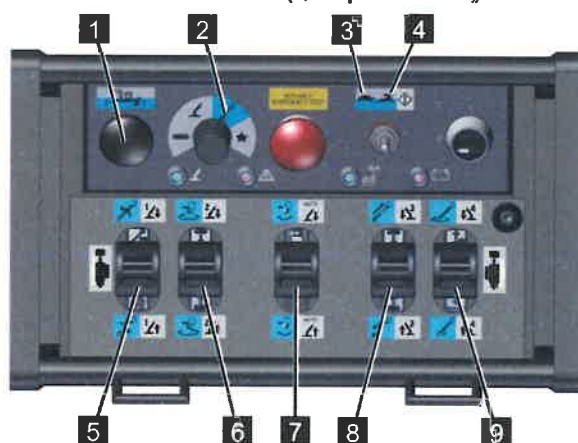

Abb. 152
5. Den Funktionswahlschalter an der Funksteuerung auf [Bühnenfunktion] (blau) (Abb.152/2) stellen.
6. Mit dem Betriebswahlschalter an der Funksteuerung die Geschwindigkeit [Kriechgang] (Abb.152/3) oder [Eilgang] (Abb.152/4) wählen.
- In bestimmten Bereichen ist es erforderlich den Kollisionstaster zu betätigen. Hierzu muss der Kollisionstaster (Abb.152/1) gleichzeitig mit dem gewünschtem Steuerhebel gedrückt werden.
- Bühne mit den Steuerhebeln (Abb.152/5,6,7,8 und 9) gemäß nachfolgender Tabelle bedienen.
| Steuerhebel (Abb.152/5) |  | Teleskoparm heben |
| Steuerhebel (Abb.152/6) |  | Arbeitskorb dreht sich im Uhrzeigersinn (von oben gesehen) |
| Steuerhebel (Abb.152/7) |  | Korbarm heben |
| Steuerhebel (Abb.152/8) |  | Teleskoparm austeleskopieren |
| Steuerhebel (Abb.152/9) |  | Bühne im Uhrzeigersinn drehen (von oben gesehen) |